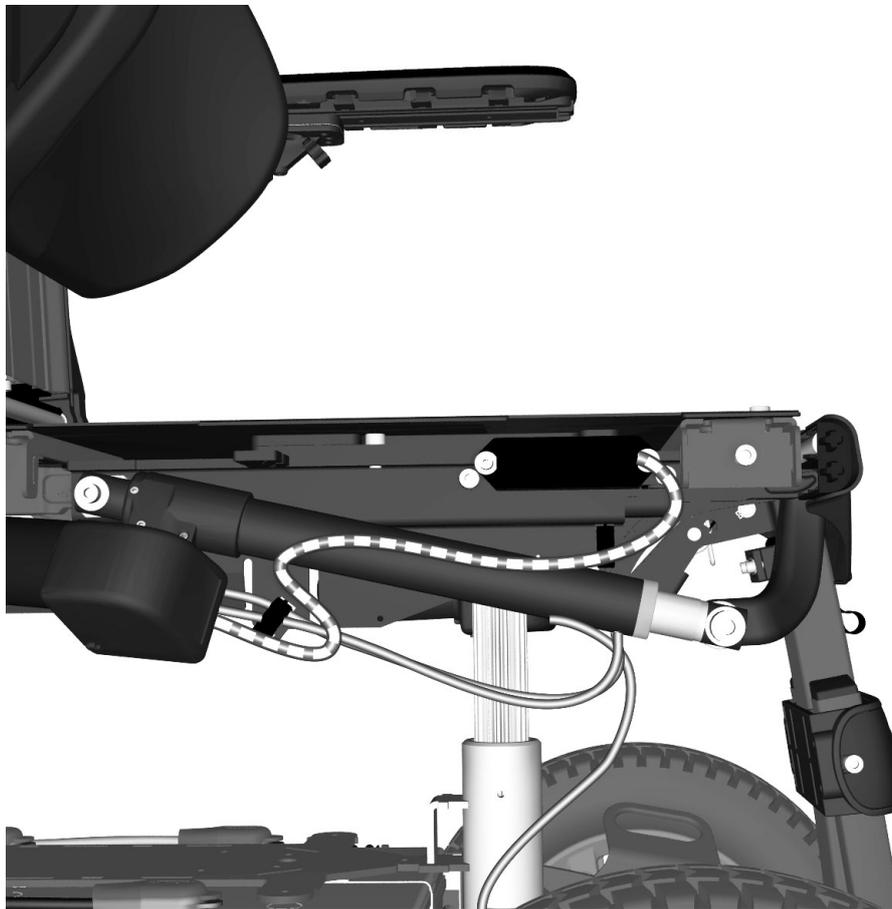

Abbildung 166. Kabel der Stellvorrichtung.
3. Kontakt der Stellvorrichtung vom Kontaktblock über der Stellvorrichtung entfernen. Siehe Abbildung. 166. Kontakt gerade herausziehen. Kabel der Stellvorrichtung von seinen Haltepunkten lösen. Anordnung der Kabel für die Rückmontage notieren.